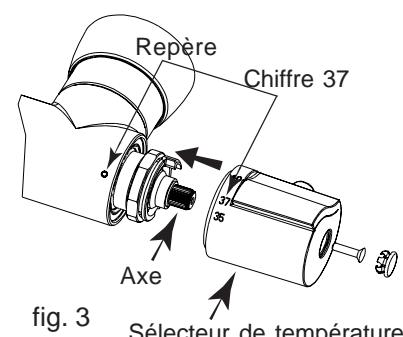

fig. 3 Sélecteur de température
- Install the temperature handle, (without turning the spindle) lining up the number 37 with the mark. Tighten the assembly with the screw. (See fig. 3)
- Remonter le sélecteur de température (sans tourner l'axe) en alignant le chiffre 37 avec le repère (voir fig. 3), fixer l'ensemble à l'aide de la vis.